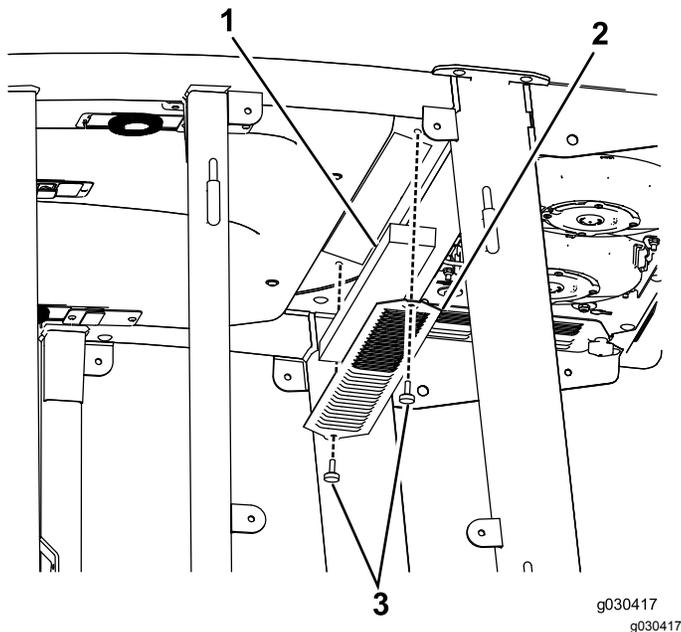

Figure 22
1. Retirez les vis à oreilles et les grilles des filtres à air intérieur et arrière de la cabine (Figure 22).